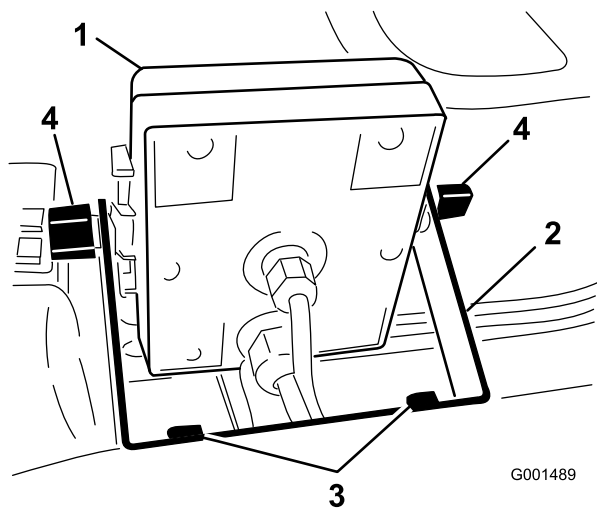
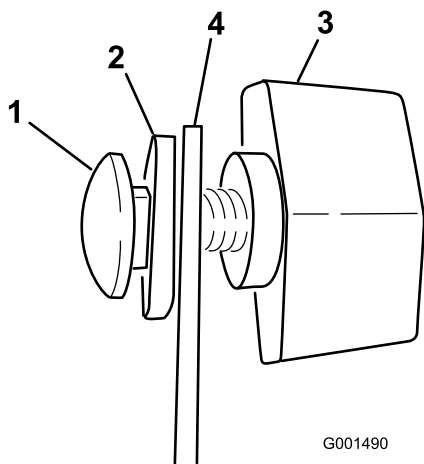

図 5
図 6
2. モニタのブラケットをダッシュボードに取り付ける；フランジヘッド・ボルト (1/4 x 3/4 in) 2本とフランジ・ナット (1/4 in) 2本を使用する (図 5)。
3. キャリッジボルト、ゴム・ワッシャ、ノブ 各 2 個を、図 5 および図 6 のように仮止めする。
6. ブラケットにスプレープロを取り付け (図 5)、ノブで固定する。